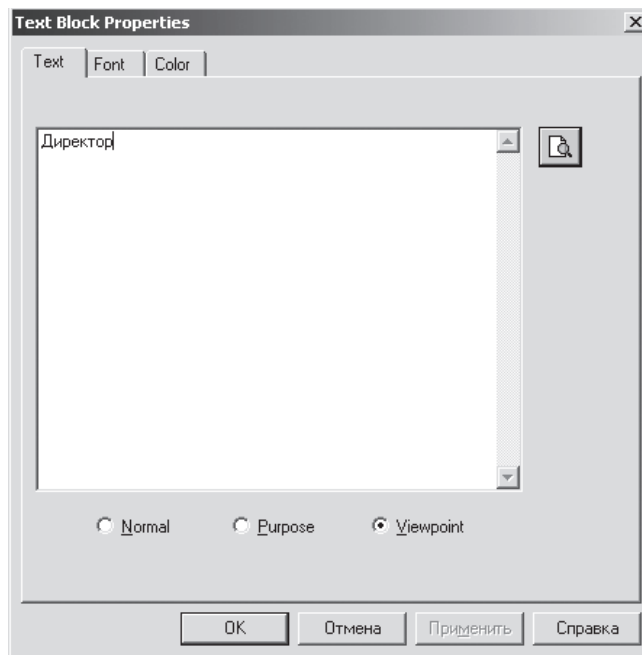

Рис.1. Внесение текста в поле диаграммы с помощью редактора Text Block Editor
18. С помощью кнопки внесите текст в поле диаграммы— точку зрения и цель (рис. 1).